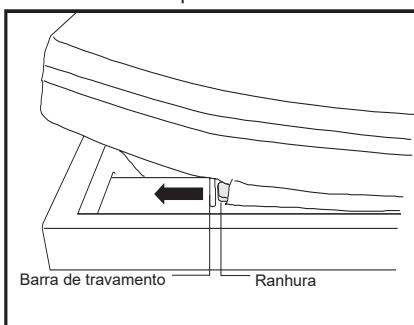

Figura 4
- Deslize a outra extremidade da barra de travamento na outra ranhura na cabeceira da estrutura da cama, conforme mostrado abaixo (Figura 4).